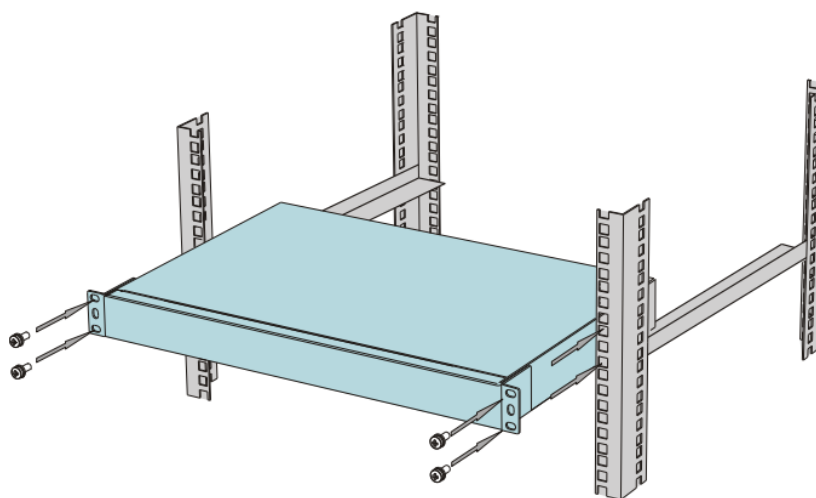

图 28: 将设备安装到开关柜中
- 使用符合机柜安装要求的螺钉将安装支架固定到开关柜上(螺钉由机柜制造商提供，表面防锈)。确保螺钉处于水平位置。参见图 28。